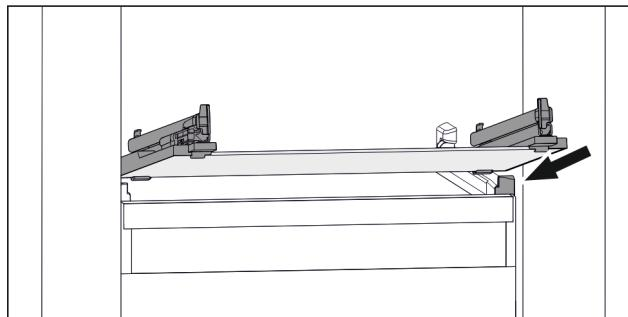

Fig. 119 Príklad zobrazenia sklenej dosky
- Nasadte sklenenú dosku šikmo za zarážkami. (pozri Fig. 119)